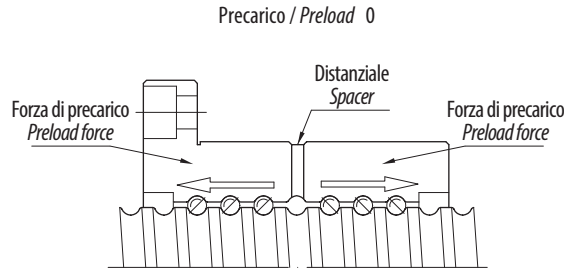

Fig. 3.17 Precarico con doppia chiocciola
Il precarico si ottiene tramite un registro posto nella mezzeria dei ricircoli (Fig. 3.17). Generalmente viene utilizzato il precarico con disposizione delle sfere a O.
*The preload is obtained by a spacer in the midway between the circulators (Fig. 3.17). Usually it is used the O positioned steel balls preload.*